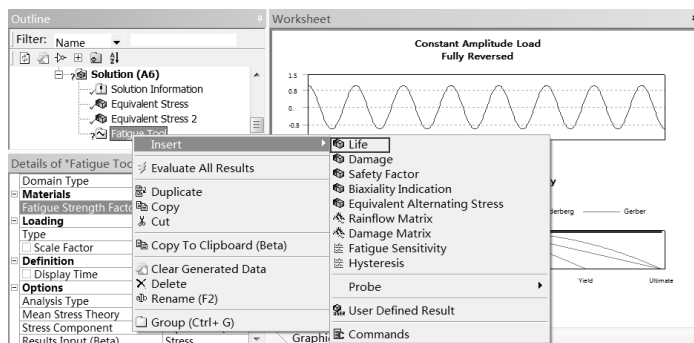

图 16-29 插入疲劳寿命 Life
Step3 : Fatigue Tool 项目上右击，在弹出菜单中依次选择 Insert Life，如图 16-29 所示。